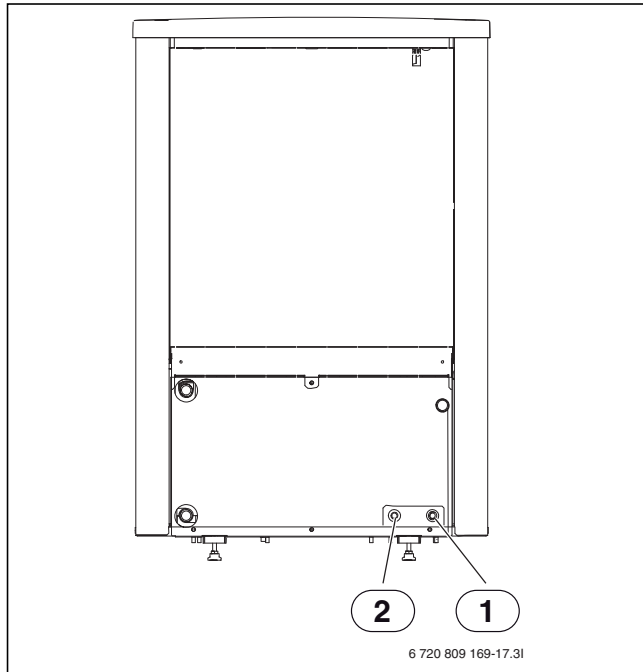

Bild 17 Kabelkanäle auf der Wärmepumpenrückseite
- ▶ Anschlusskabel durch die Kabelkanäle führen (→ [1] und [2], Abb. 17 und 18). Bei Bedarf Zugfedern verwenden.